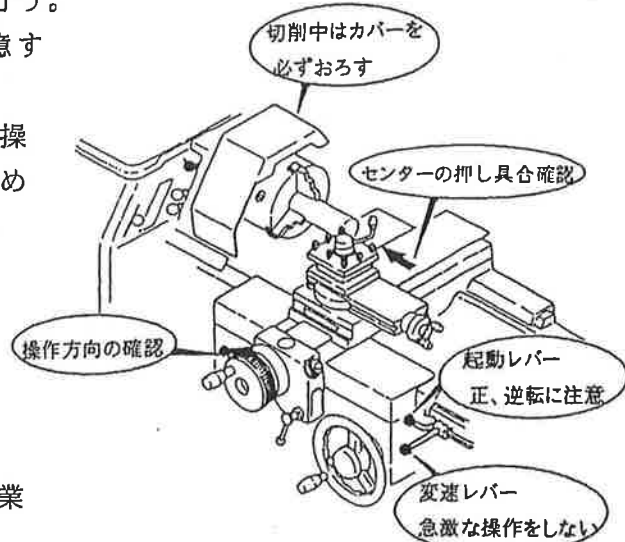

図 2-3 無段変速旋盤の操作
- (1) 旋盤、測定機器等の操作は、慎重かつ確実にを行う。
- (2) 高速回転するので、衣服等が接触して巻き込まれないように注意する。切込量が大いので、切屑の飛散に対して必ず保護眼鏡を着用する。
- (3) 工作物は心押台センタで確実に支持する。送りの方向（縦、横送り）は、特に注意してレバーを操作する。もし誤ると工具破損、工作物離脱飛散等を招き危険である。（図 2-3）
- (4) 与える切削条件が広範囲にわたるので、主軸変速レバーの操作手順を間違えないようにする。誤ると無段変速装置を破損するおそれがある。